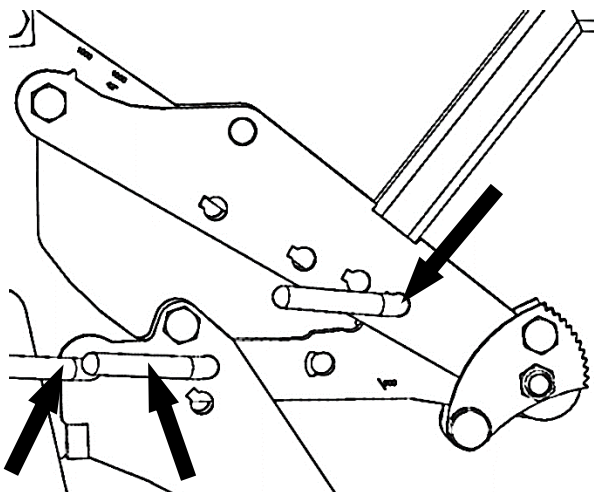

Fig. 1
- Graisser et huiler les pièces mobiles (voir flèches Fig. 1, 2, 3).